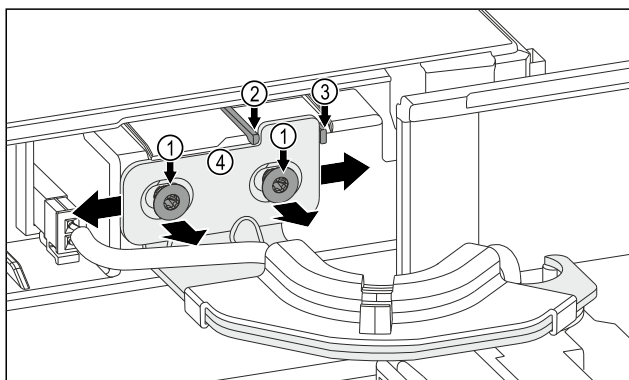

Fig. 11
- ▶ Povolte oba šrouby Fig. 11 (1).
- ▶ Přesuňte dveře doprava: Odstraňte zajišťovací výstupek Fig. 11 (3).
- ▶ Přesuňte dveře doleva: Odstraňte zajišťovací výstupek Fig. 11 (2).
- ▶ Dveře dosáhly koncové polohy: Utáhněte oba šrouby Fig. 11 (1).